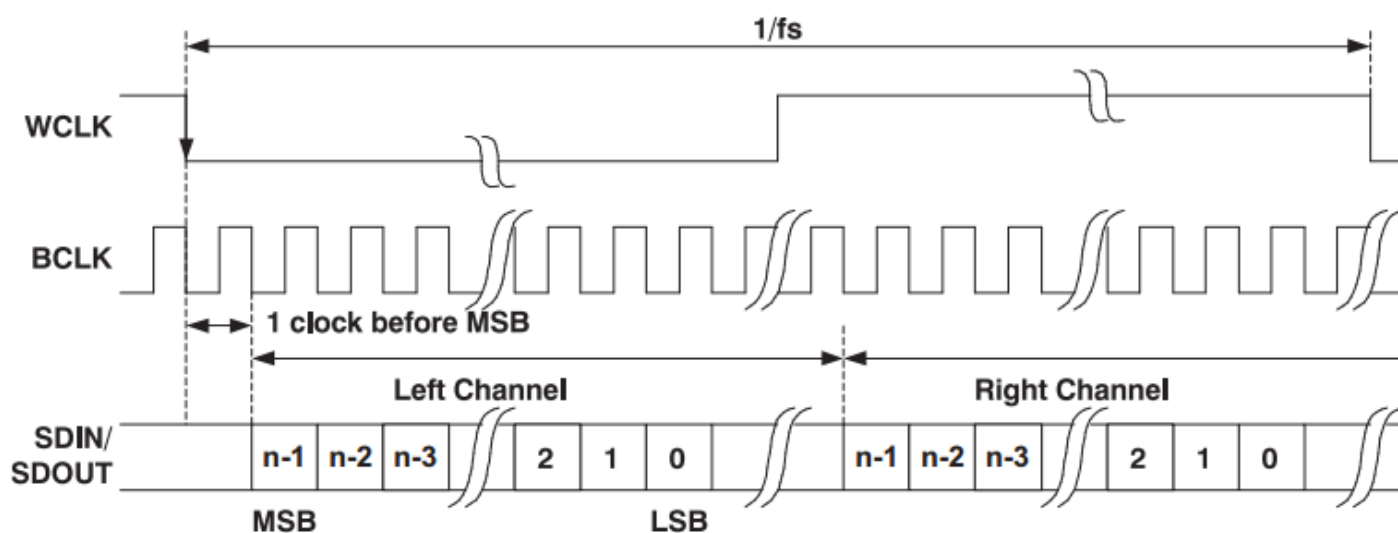

图 7. I2S PHILIPS 操作模式
**I2S 模式**属于左对齐中的一种特例，也叫 PHILIPS 模式，是由标准左对齐格式再**延迟一个时钟位**变化来的。时序如图 7 所示，左声道的数据 MSB 在 WS 下降沿之后第二个 SCK/BCLK 上升沿有效，右声道数据的 MSB 在 WS 上升沿之后第二个 SCK/BCLK 上升沿有效。